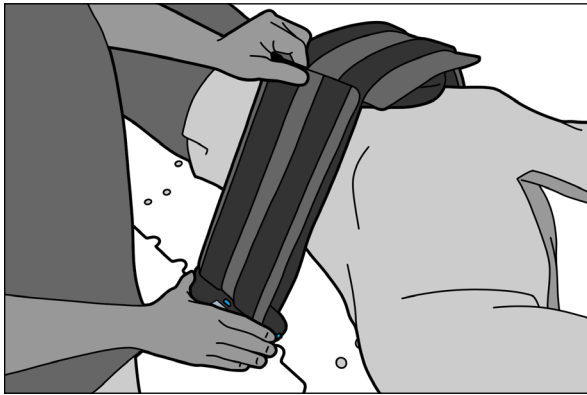

Fig. 11
8. Serrare la cinghia secondo la tolleranza del paziente (Fig. 11).